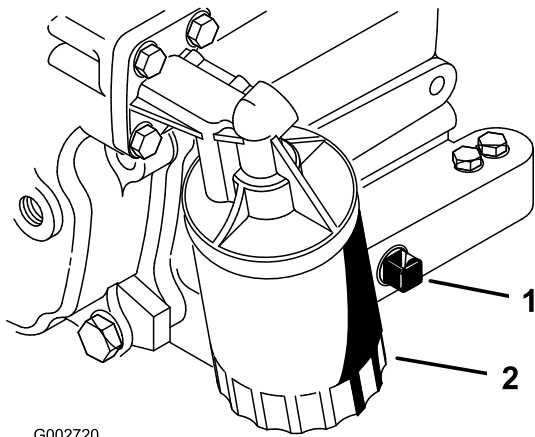

Figura 26
2. Retire o tampão de escoamento (Figura 26) e deixe o óleo escorrer para um recipiente adequado. Quando o óleo parar, volte a montar o tampão de escoamento.
3. Retire o filtro do óleo (Figura 26).